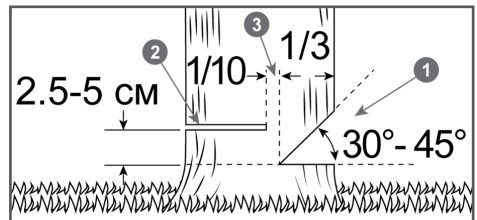

Рис. 16 Расположение запила, пропила и недопила
6. Начните пилить с той стороны дерева, куда оно должно упасть (Рис. 16). Сделайте запил 1 с той стороны, куда должно упасть дерево, глубиной примерно  $\frac{1}{3}$  диаметра ствола и под углом от 30 до 45 градусов (Рис. 16). Линия стыка двух пропилов, образующих запил, называемая направляющей линией, должна располагаться как можно более горизонтально и под углом 90 градусов к направлению валки.
7. Сделайте основной валочный пропил 2 с противоположной стороны, выше основания запила на 2,5-5 см. Между основным пропилом и запилом должен оставаться недопил 3 примерно 1/10 диаметра ствола. Вставьте своевременно клин в пропил. Недопил 3 действует как шарнир и позволяет контролировать падение дерева (Рис. 16).
*Ни в коем случае не допиливать до конца недопил 3 (Рис. 16), так как вы не сможете контролировать направление падения дерева.*